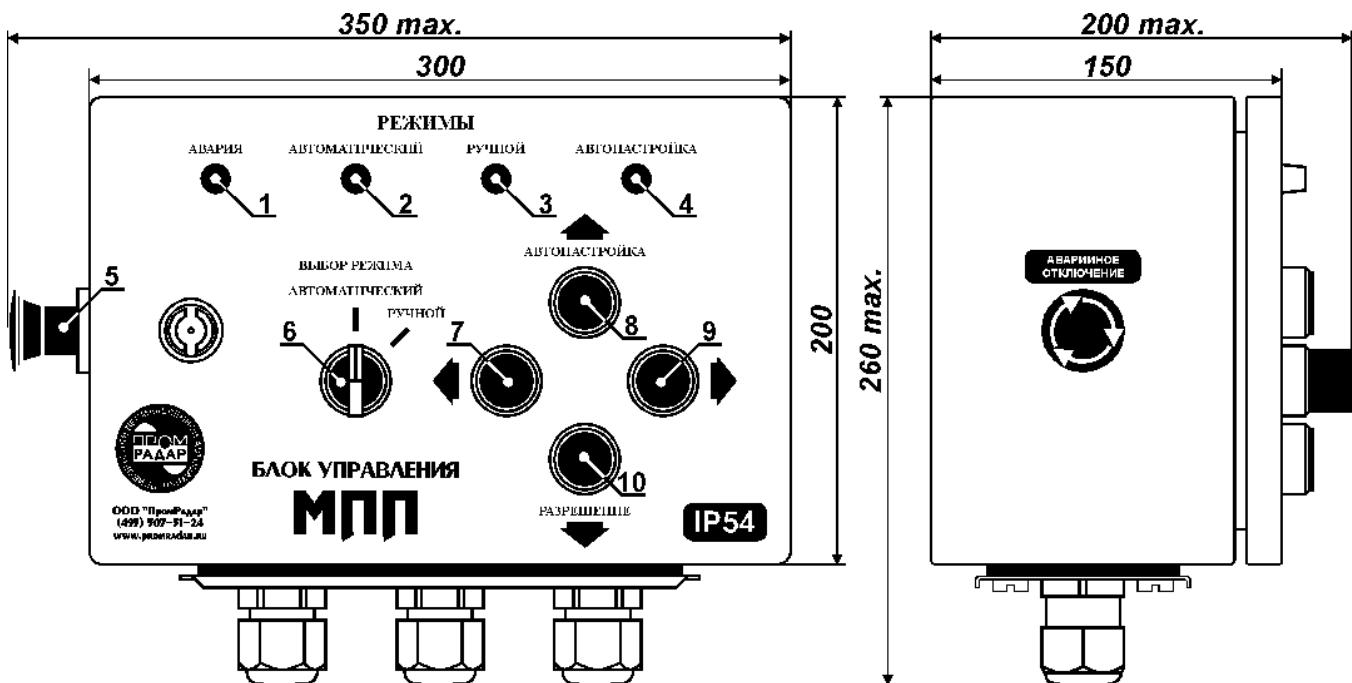

Рис. 2. Блок управления МПП.
Блок представляет собой окрашенный металлический ящик, конструкция которого показана на рис. 2. Управление блоком производится с помощью пяти кнопок [поз. 5, поз. 7 - 10] и одного переключателя [поз. 6], а на индикаторах [поз. 1 - 4] отображается состояние блока и магазина порожних поддонов. Назначение органов управления и индикации блока подробно рассмотрено в разделе 5 настоящего паспорта.
Включение блока происходит при повороте по часовой стрелке и отпускании кнопки «Аварийное отключение» [поз. 5 на рис. 2], а также при запуске пакетоформирующей машины. При подаче электропитания блок МПП разрывает электрическую цепь, подходящую к клеммам 5 и 6, блокируя работу выводного конвейера пакетоформирующей машины. Если платформа находится в неопределенном положении (ни один из датчиков С1 – С5 не сработал), то на лицевой панели зажигается индикатор «Авария» [поз. 1 на рис. 2]. В этом случае необходимо перейти в режим ручного управления платформой (см. п. 8.4.) и довести её до датчиков С2 и С5 исходного положения платформы (если в начале выводного конвейера отсутствуют поддоны) или до датчиков С1 и С3 верхнего переднего положения платформы (если в начале выводного конвейера имеются поддоны).
Если платформа находится в переднем верхнем положении, в начале выводного конвейера установлен поддон, а переключатель «Режим работы» [поз. 6 на рис. 2] стоит в положении «Автоматический», то блок переходит в автоматический режим управления (см. п. 8.3.).
В режиме «Автоматическая настройка» блок выполняет юстировочный цикл, в процессе которого измеряются промежутки времени, необходимые на перемещение платформы от одного датчика положения до другого. Если при дальнейшей работе блока время перемещения платформы превысит измеренные значения, то для предупреждения механической поломки магазина порожних поддонов через 0,5 сек. напряжение с электроприводов платформы будет автоматически снято и на блоке загорится индикатор «Авария» [поз. 1 на рис. 2].
3. Горит индикатор «Автоматический режим» [поз. 2 на рис. 2].
Для выполнения автоматической настройки необходимо в этот момент нажать на кнопку «Автонастройка» [поз. 8 на рис. 2] и удерживать её в течение 3-х сек. На время юстировочного цикла загорается индикатор «Автонастройка» [поз. 4 на рис. 2] и по его завершению измеренные интервалы будут записаны в энергонезависимую память блока.
Если платформа находится в исходном положении (около датчиков С2 и С5 [рис. 1], внутри магазина порожних поддонов), а датчик С6 показывает отсутствие поддонов в начале выводного конвейера, то индикатор «Автоматический режим» мигает с периодом 1 сек. Когда на конвейер установлен штабель поддонов, индикатор начинает мигать с периодом 0,5 сек. После того, как оператор нажал кнопку «Разрешение» [поз. 10 на рис. 2] блок переходит в автоматический режим управления платформой.
Ручное управление платформой требуется, если на лицевой панели блока зажигается индикатор «Авария» [поз. 1 на рис. 2]. Это происходит в следующих случаях:
Для того, чтобы довести платформу до одного из датчиков положения, необходимо повернуть переключатель «Режим работы» [поз. 6 на рис. 2] в положение «Ручной», а затем, включая соответствующий электропривод кнопками [поз. 7 - 10 на рис. 2], переместить платформу в направлении нужного датчика. По его срабатыванию платформа остановится автоматически.
Экстренная остановка платформы производится нажатием до фиксации кнопки «Аварийное отключение» [поз. 5 на рис. 2]. При этом с блока и электроприводов снимается сетевое напряжение. Промежутки времени, необходимые на перемещение платформы от одного датчика положения до другого и измеренные в процессе юстировочного цикла, остаются в энергонезависимой памяти блока.